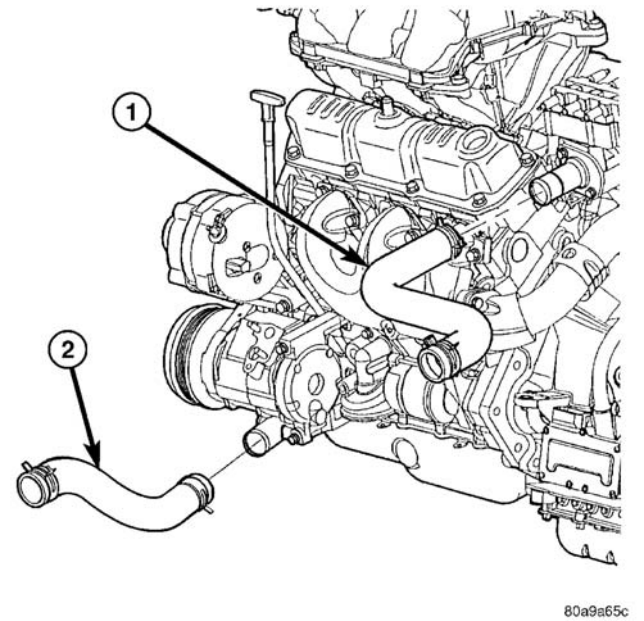

图 9 通向发动机的散热器软管—3. 3/3. 8L
- (1) 排放冷却系统，使其液面低于节温器高度（参见 7—冷却系统—标准程序）。
- (2) 从冷却液出口接头处将散热器上软管卸下（图 9）。
(5) 将散热器上软管安装到冷却液出口接头上（图 9）。
(6) 重新加注冷却液至适当液位。（参见 7—冷却系统—标准程序）